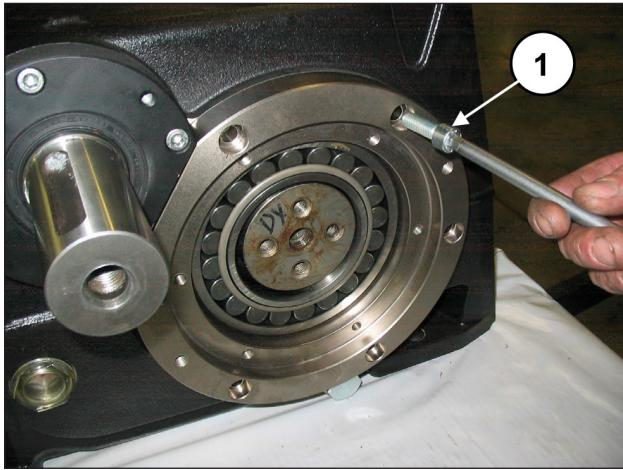

图 74
拧紧轴承支盖，可使用6+6个M10x30螺丝（位置①，图 74）利用扭力扳手调节螺栓，如第3章所述。